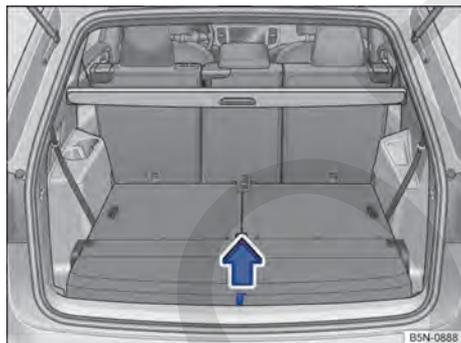

Fig. 188 En el maletero: levantar el piso del maletero.
- Tire del piso del maletero por el lazo → **fig. 188** hacia arriba, en el sentido de la flecha, y extráigalo.